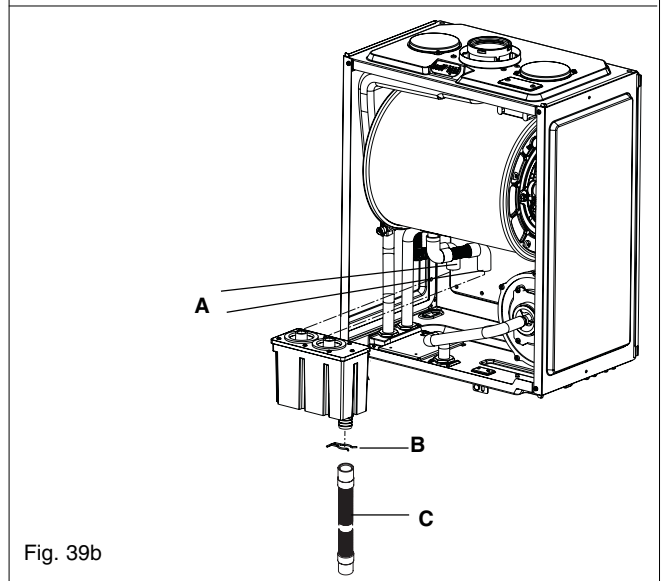

Fig. 39b
6.26 CONDENSE TRAP REMOVAL (fig. 39b)